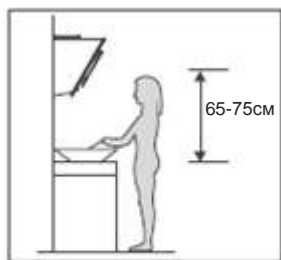

Рис. 2.
3. После определения нужной высоты расположения вытяжки, отмерьте местоположение отверстий для крепления прибора и кронштейна внутреннего короба. Просверлите 4 отверстия  $\varnothing 8$ : 2 для крепления кронштейна внутреннего короба и 2 отверстия для крепления корпуса. Следите, чтобы прибор был выровнен в горизонтальной плоскости. Место крепления кронштейна внутреннего короба — самая высокая точка вытяжки. Для того чтобы подвесить вытяжку, винты должны выступать из стены на 2-3 мм. См. рис. 2.